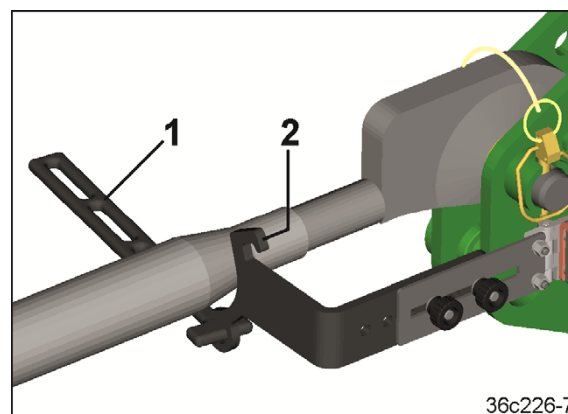

Fig. 110
3. Accrocher l'élément de tension (Fig. 110/1) sur le support du bras supérieur (Fig. 110/2).